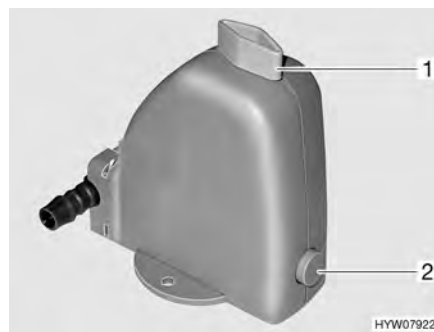

Fig. 177 Válvula de seguridad/purga de la caldera
La caldera está equipada con una válvula de seguridad/purga (Fig. 177). La válvula de seguridad/purga evita que el agua de la caldera se congele cuando no esté conectada la calefacción en caso de helada.
- Cerrar la válvula de seguridad/purga. Para ello, girar el botón giratorio (Fig. 177,1) a la posición transversal en referencia a la válvula de seguridad/purga y hundir el pulsador (Fig. 177,2).
- Abrir la válvula de seguridad/purga. Para ello, girar el botón giratorio (Fig. 177,1) a la posición longitudinal en referencia a la válvula de seguridad/purga. El botón de presión (Fig. 177,2) salta hacia fuera. La caldera se vacía hacia fuera a través de la válvula de seguridad/purga.